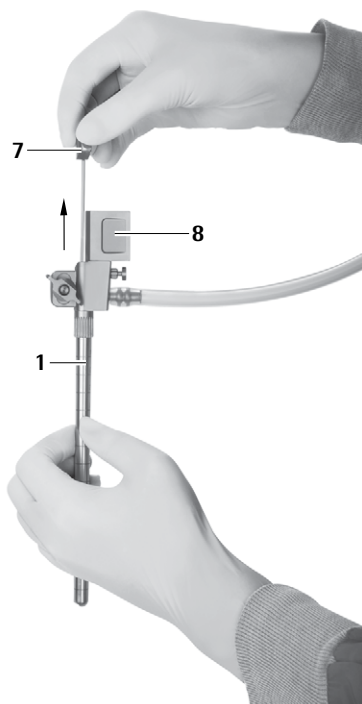

Fig. 9
- Retirer prudemment l'obturateur pour canal de travail ovale 7 hors du trocart MINOP InVent 1, voir Fig. 9.